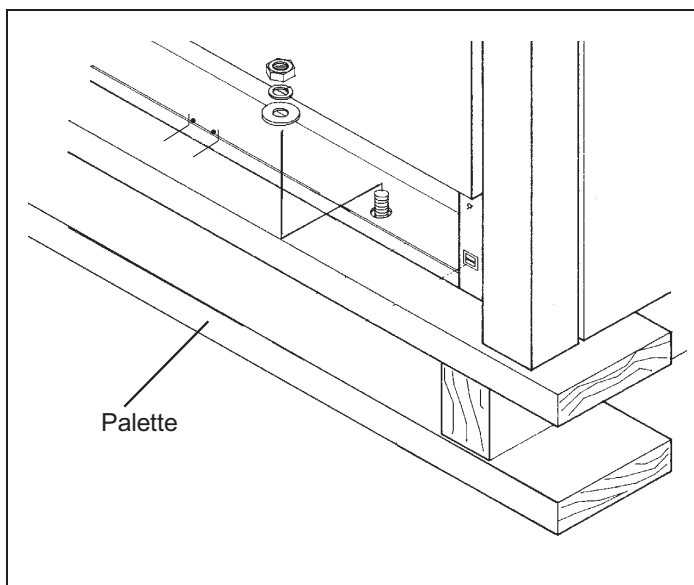

Figure 4 : Retrait des quatre boulons installés pour l'expédition
- Retirez l'emballage externe et les matériaux d'emballage de la palette d'expédition. Toutes les cuisinières à gaz sont fixées sur une palette à l'aide de quatre (4) boulons (Voir Figure 4). Après avoir enlevé les boulons, soulevez la cuisinière et enlevez-la de la palette.